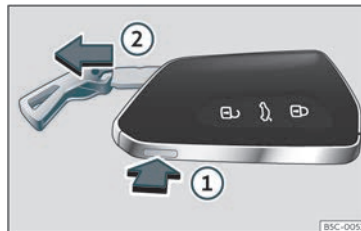

Fig. 75 Chave do veículo: retirar o palhetão.
- Se pressionar o botão »» Fig. 75 ① uma vez o palhetão desbloqueia-se e aparece uma argola em forma de porta-chaves.
- Mantenha o botão ① pressionado e, simultaneamente, puxe a argola na direção da seta >>> Fig. 75 ② para retirar totalmente o palhetão.